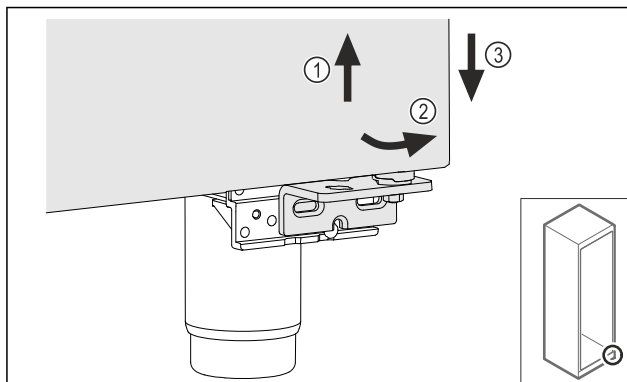

Fig. 23
- ▶ Nadvihnite zľahka dvere Fig. 23 (1), dole ich preklopte dopredu Fig. 23 (2) a spustite dolu Fig. 23 (3).